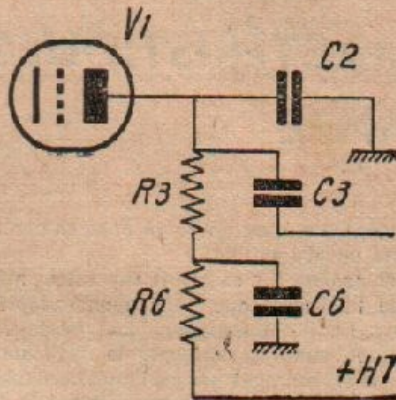

Fig. 5. — Découplage du circuit anodique de la préamplificatrice.
f) Essayons de découpler le circuit anodique de la préamplificatrice en réalisant le montage de la figure 5. Dans les cas courants R_0 sera de 25.000 à 50.000 ohms et C_0 de 1 μF .